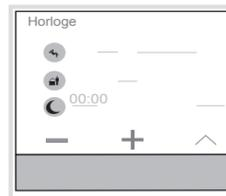

Figure 13 : Réglage de l'heure de commutation
- L'affichage bascule vers le réglage de l'heure de commutation (figure 13).
- Avec les touches — / +, régler l'heure d'activation/de désactivation (figure 13).